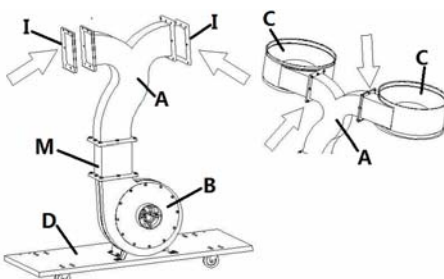

Рис. 7
- Далі встановіть два каркаси (C), дві гумові прокладки (I) на вихідний отвір, як показано на Рис. 7.